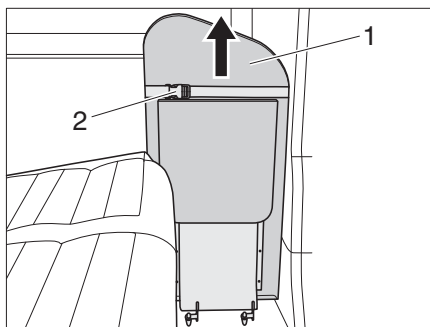

Fig. 33 Ribaltare il piano del tavolo
- Aprire la chiusura della cinghia di tensionamento (Fig. 33,2).
- Spingere il piano del tavolo (Fig. 33,1) verso l'alto fino all'arresto, quindi ruotarlo verso il basso fino all'aggancio del supporto.
- Chiudere la chiusura della cinghia di tensionamento (Fig. 33,2).